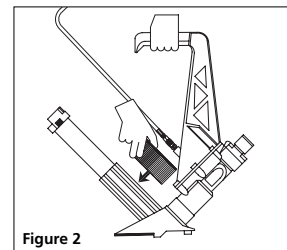

Figure 2
- Placer les agrafes en chevauchant la partie supérieure du chargeur (voir la figure 2).